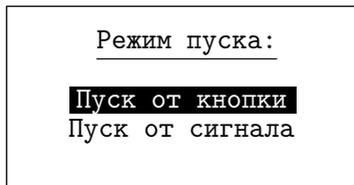

Рис. 3.17
3.4.8. **"Режим пуска"** - установка режима запуска процесса измерений (Рис. 3.17).